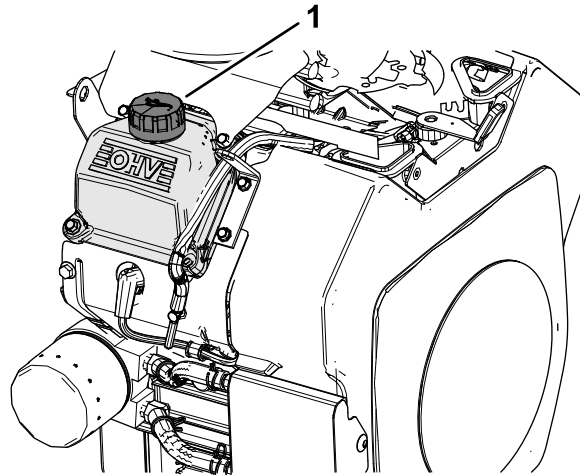

Figura 32
6. Vierta lentamente un 80% aproximadamente de la cantidad especificada de aceite por el cuello de llenado (Figura 32) de la tapa de válvulas; consulte Especificación del aceite del motor \(página 29\).